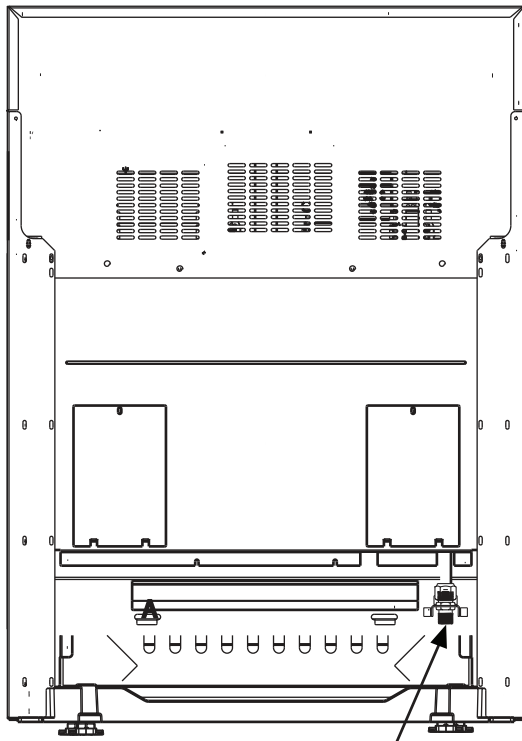

Figura 9: Ubicación de la línea de suministro de gas
- Utilice una manguera flexible de 3/4" entre el suministro de gas y la entrada de suministro del aparato, ubicada en la parte inferior derecha de la estufa (*Figura 9*). La conexión de la línea de suministro del aparato es NPT de 1/2". Tenga cuidado de no torsionar la manguera flexible de 3/4" cuando haga dobleces. La longitud sugerida de la manguera flexible es 48". Sin embargo, antes de hacer la instalación debe averiguar los requisitos de su región especificados en los códigos municipales.